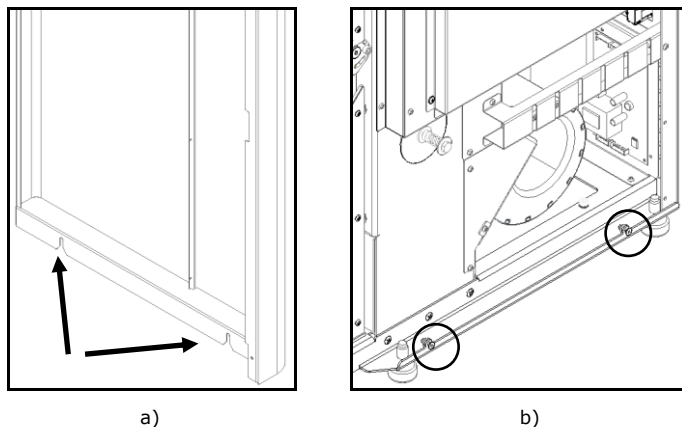

Figura 94 – Colocación de las envolventes
c) Enganchar los agujeros inferiores de las cubiertas laterales (Figura 94-a), en las guías que están en el fondo de la máquina.